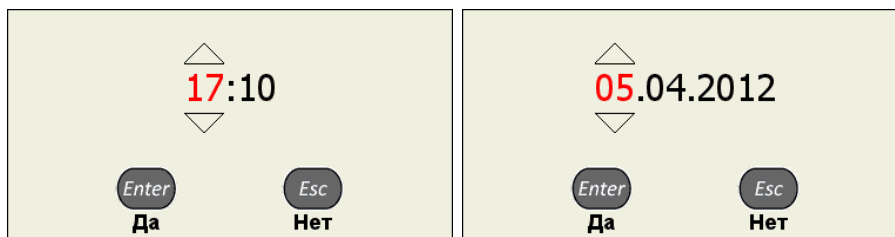

Рисунок 37
- в открывшемся окне редактирования (рисунок 37) клавишами   выбрать разряд для редактирования;